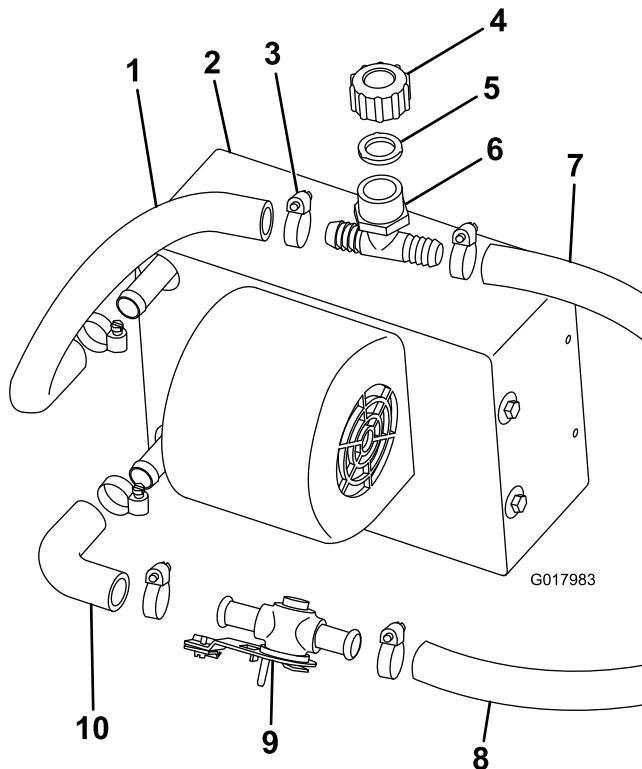

Figura 2
- Instale, sem apertar, o tubo em cotovelo na parte de baixo do encaixe do conjunto do aquecedor com uma braçadeira de tubos (Figura 2).
- Ligue a válvula do aquecedor ao tubo em cotovelo com uma braçadeira de tubos (Figura 2).
- Corte um pedaço de 30 cm de tubo de 5/8 pol. e prenda-o à parte de cima do encaixe do conjunto do aquecedor com uma braçadeira de tubos (Figura 2).
- Ligue o enchimento em T branco, a junta e o tampão ao tubo superior do aquecedor com uma braçadeira de tubos (Figura 2).